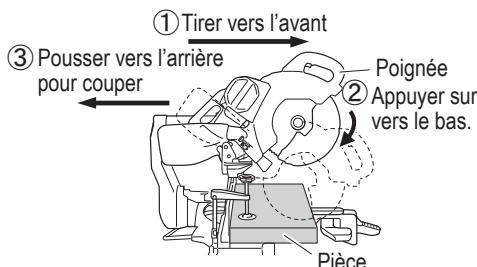

Fig. 28
Puis enfoncez la poignée et faire glisser la lame de scie en arrière pour couper la pièce comme indiqué à la Fig. 28. Cela facilitera la coupe des pièces d'une hauteur allant jusqu'à 4-3/16" (107 mm) et d'une largeur allant jusqu'à 12-1/4" (312 mm).
- Lors d'une coupe avec chariot, procéder comme indiqué à la Fig. 28.